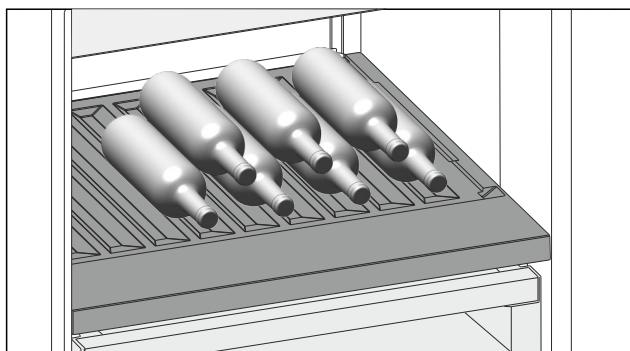

Fig. 99
- ▶ Placer les bouteilles avec le fond orienté vers la paroi arrière de l'appareil. (voir Fig. 99)